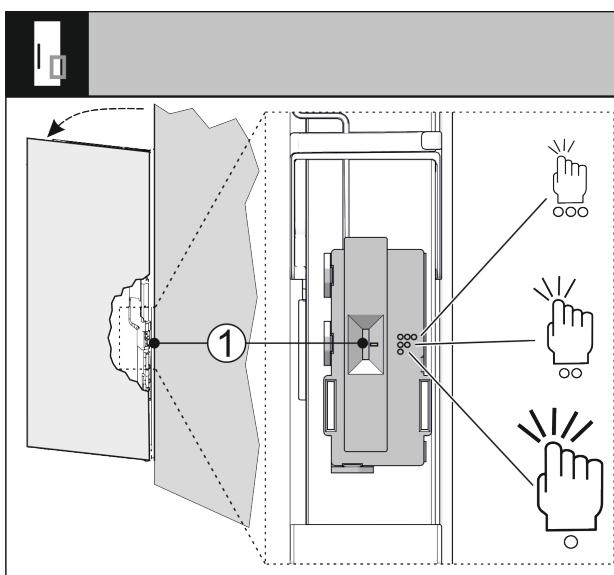

Fig. 32
Sie können die Empfindlichkeit des Klopfsensors über einen Schalter Fig. 32 (1) einstellen. Der Schalter ist scharnierseitig am unteren Drittel der Tür.
- Schalter Fig. 32 (1) auf gewünschte Schalterstellung schieben.